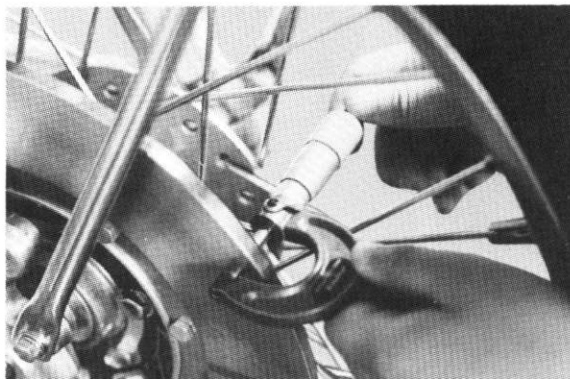

Fig. 38
- (b) If the disc has excessive wear or damage, replace it. (Fig. 38)
- (b) Remplacer le disque s'il est excessivement usé ou endommagé. (Fig. 38)
- (b) Wenn die Scheibe starken Verschleiß oder Beschädigung aufweist, muß sie ersetzt werden. (Abb. 38)